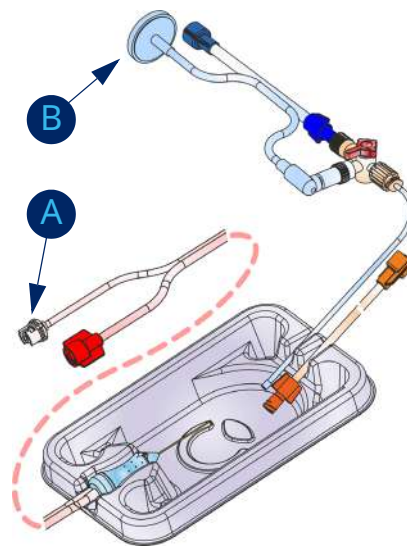

Fig. 57: Подготовка к использованию (Витректомия)
6. Поместите на поддон для тестирования: (рис. 57):